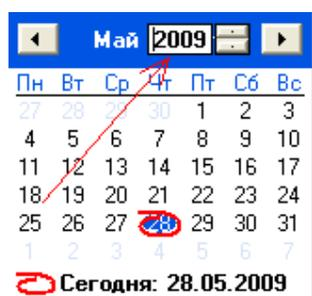

Рис. 16. Выбор даты начала передачи данных
- Следующий шаг – выбор даты начала передачи данных от вспомогательного сервера (рисунок 16).